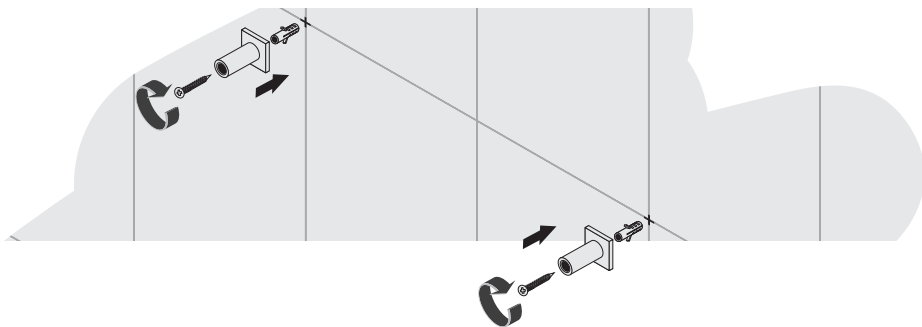

Рис.7
5.1.8. Произведите монтаж кронштейнов с помощью дюбелей и саморезов из комплекта (рис. 7).